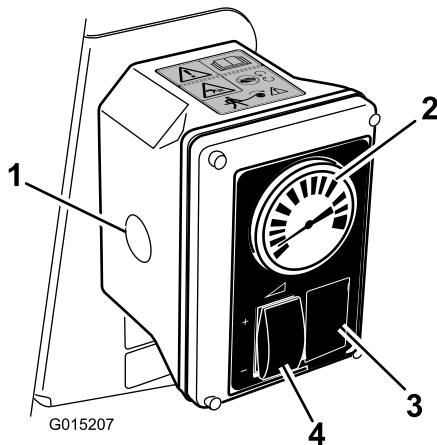

Bild 13
6. Stellen Sie den Dosierungssteuerschalter und die Gasbedienung ein, um den Druck (der am Druckmanometer angezeigt wird) auf die gewünschte Einstellung zu erhöhen oder zu vermindern (Bild 13).